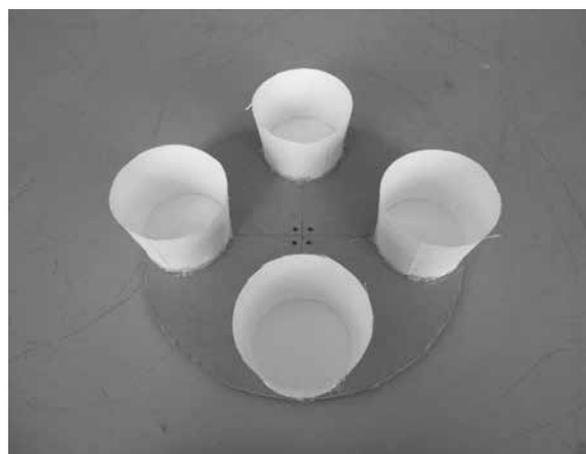

図25 ダンボール紙に紙コップを接着する
- ⑤ 図25に示すように、厚さ2mmのダンボール紙を直径190mmの円形にカットした後、高さを1/2にカットした紙コップ4個を回転角度90°間隔で配置し、ホットグルボンドで接着する。